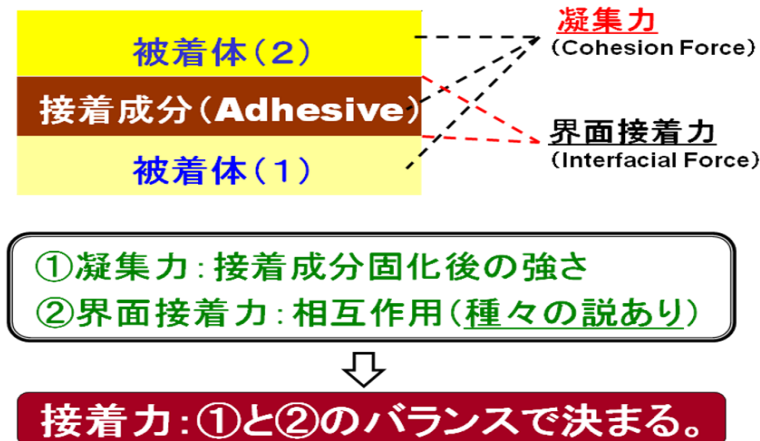

図6 接着強さの決め手
接着性を決めるポイントは、接着剤の濡れ性、即ち、接着剤成分と被着体表面の相互作用と接着成分の凝集力とのバランスに関係していると言いました。即ち、①接着成分固化後の強さ（凝集力）と②界面接着力、即ち、接着成分と被着体との相互作用です。従って、接着力は、①と②のバランスで決まります（図6）。